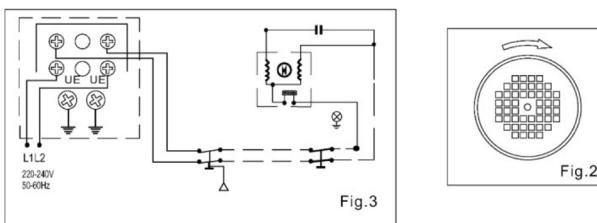

Fig. 2
3. Überprüfen, ob der Motor im Uhrzeigersinn dreht (Blickrichtung auf die Lüftnerhaube, siehe Bild 2).
4. Verify the motor sense of rotating is clockwise, checked from the fan cover (fig 2).
Image 3Fig.2